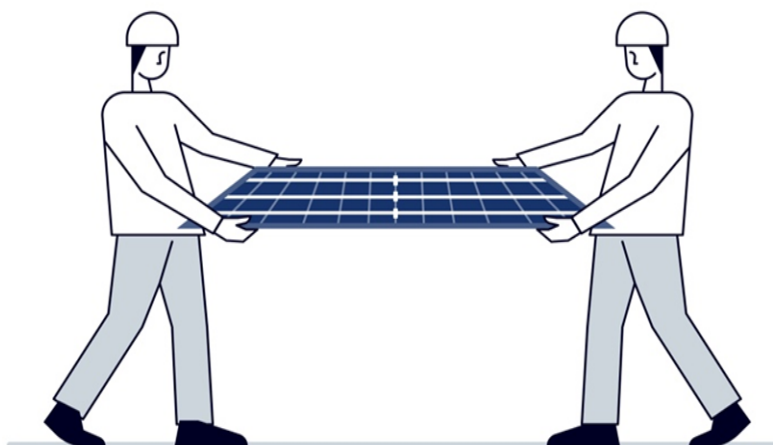

Figura 23: Maneggiamento dei moduli.
- e) I moduli FV devono essere afferrati dalla cornice in alluminio con due mani (Figura 23).